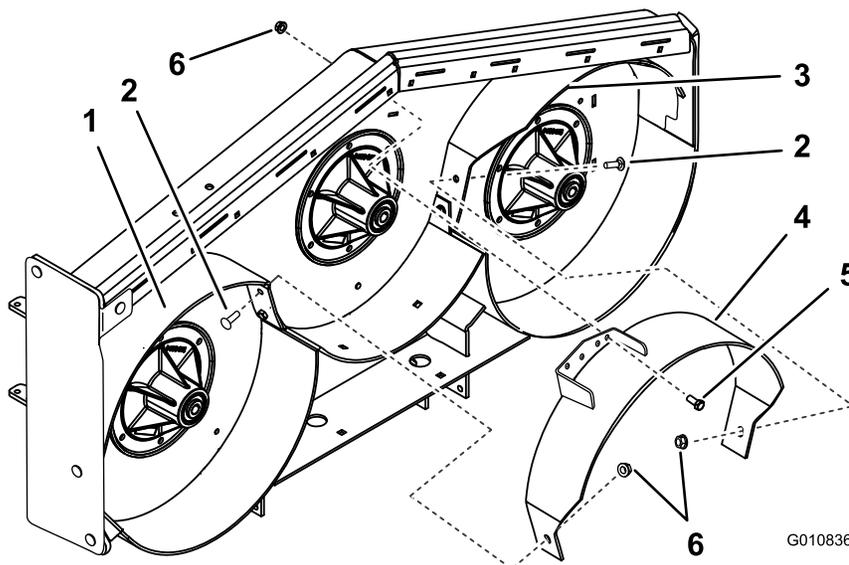

Figure 12
- ($\frac{3}{8}$ x 1 po) et 1 écrou à petite embase ($\frac{3}{8}$ po), comme à la Figure 12.
11. Fixez légèrement le déflecteur central au déflecteur droit avec 1 boulon de carrosserie ($\frac{3}{8}$ x 1 po) et 1 écrou à petite embase ($\frac{3}{8}$ po), comme montré à la Figure 12.
12. Fixez légèrement le déflecteur central au sommet du tablier de coupe avec 1 boulon ($\frac{3}{8}$ x 1 po) et 1 écrou à petite embase ($\frac{3}{8}$ po), comme montré à la Figure 12.